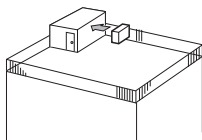

Fig. 2-3
- ① Расположите прибор так, чтобы выходное отверстие было направлено к стене близкой из доступных стен на расстоянии около 35 см от стены. (Fig. 2-3)